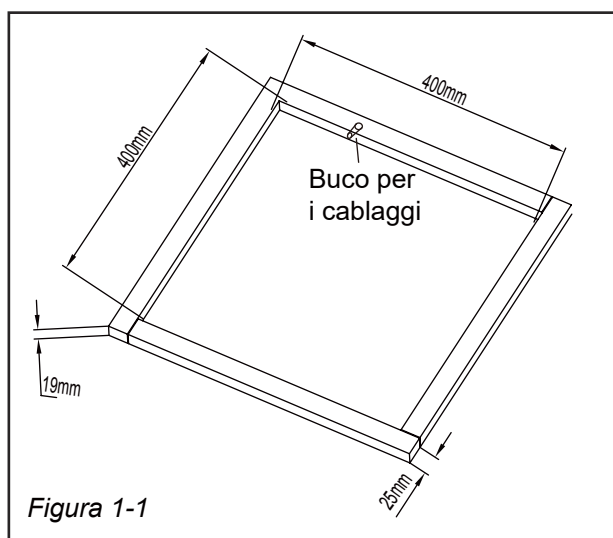

Figura 1-1
Se non si utilizza un'apertura per lo sfiato sul tetto, è necessario tagliare una nuova apertura (vedere *Figura 1-1*) nel tetto del veicolo. Fare attenzione quando si taglia l'apertura del soffitto, perché se l'apertura del soffitto è rivestita di moquette, si potrebbe verificare un'impuntatura. Dopo che l'apertura nel tetto e il soffitto interno hanno raggiunto le dimensioni corrette, è necessario posizionare una struttura di supporto a telaio tra la sommità esterna del tetto e il soffitto interno:
2. Deve essere in grado di tenere separati la superficie esterna del tetto e il soffitto interno e di sostenerli, in modo che quando il condizionatore d'aria sul tetto e il gruppo del soffitto vengono avvitati insieme, non si verifichino crolli. Un tipico telaio di supporto è illustrato nella *Figura 1-1*.